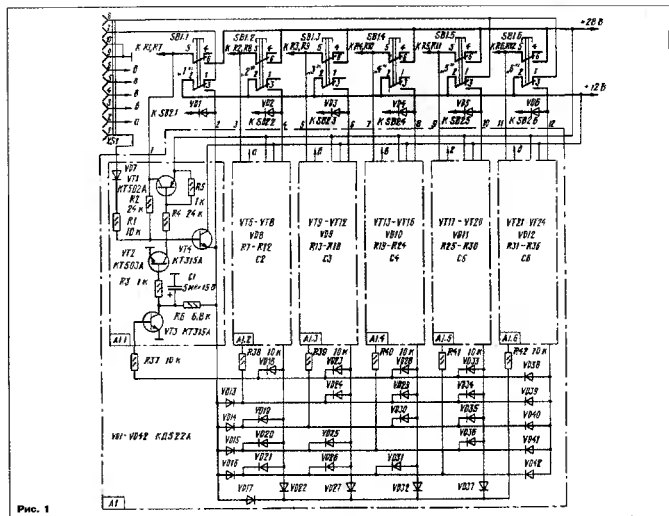
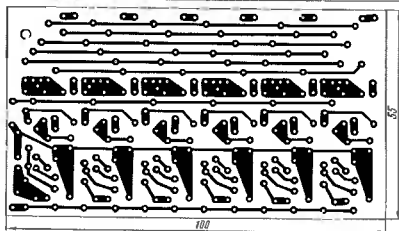

Рис. 1
Рис. 3
В телевизорах ЗУСЦТ-П-51 («Рекорд ВЦ-311») применено устройство кнопочного выбора программ КВП-2-1 с механической фиксацией кнопок (1). Это исключает дистанционный выбор программ при установке в телевизор беспроводной системы управления. Однако, если устройство КВП-2-1 доработать по схеме на рис. 1, то такая возможность появится.
Теперь телевизор включают нажатием кнопки SB1.1 первой программы на передней панели (рис. 1), а перевод его обратно в дежурный режим — одновременно нажатием сразу на две кнопки SB1.5 и SB1.6.
На дополнительной плате А1 (ее чертеж и размещение деталей на ней показаны на рис. 3 и 4) предусмотрено место для установки между базой транзистора VT1 и общим проводом конденсатора C7 емкостью 1 мкФ (на рис. 1 он на изображен). Он обеспечивает автоматическое включение первой программы при включении телевизора в тех случаях, когда по какой-нибудь причине СДУ отключено.